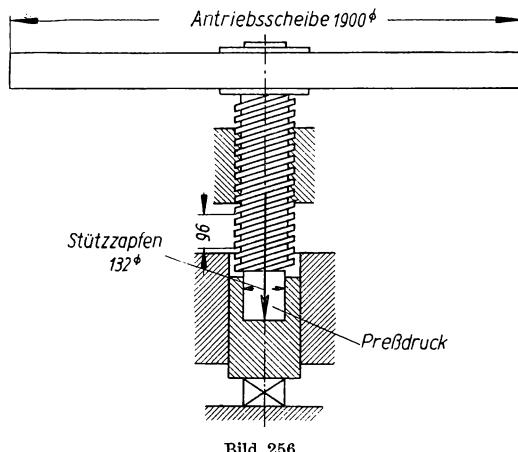

Bild 256
- 391.** Die Schraubenspindel einer Muttern presse (Bild 256) hat dreigängiges Flachgewinde von 170 mm äußerem Durchmesser, 138 mm Kerndurchmesser, 96 mm Ganghöhe und übt den Preßdruck an einem Stützzapfen von 132 mm Durchmesser aus. Der Antrieber erfolgt durch eine Scheibe von 1900 mm Durchmesser. Welchen Preßdruck erzeugt eine am Scheibenumfang wirkende Kraft 200 kg a) bei reibunglosem Betriebe? b) bei Berücksichtigung der Schraubenreibung durch eine Reibungszahl 0,08? c) bei Berücksichtigung der Schrauben- und Stützzapfentreibung? Letztere werde an einem Hebelarm von $\frac{2}{3}$ Stützzapfenumfangradius wirksam angenommen (Aufg. 372a). Die Reibungszahl ist 0,08. d) Wirkungsgrad der Schraube allein? e) Gesamtwirkungsgrad?